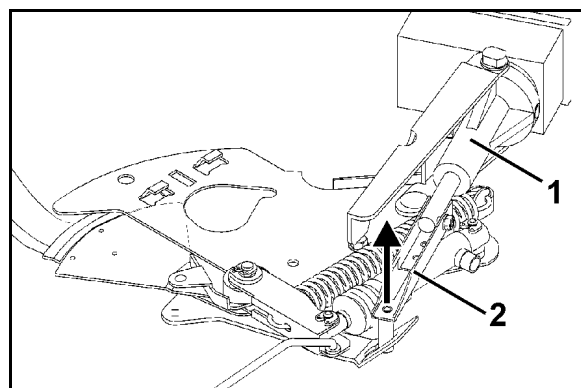

Рис. 14
4. Приподнимите серводвигатель (Рис. 14/1) и выньте шатун (Рис. 14/2) из крепежного отверстия в дозирующей заслонке.